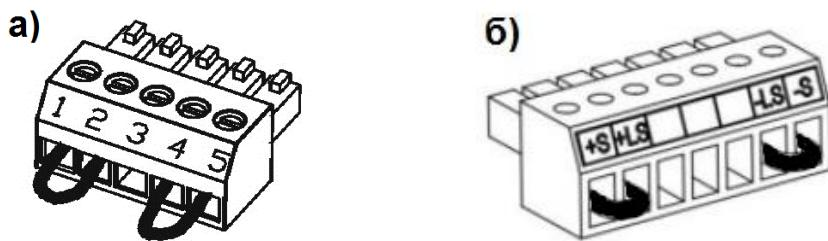

Рис.3-4: Соединения разъема контроля напряжения по умолчанию: а)-для моделей от 7,5 до 600 В; б)-для моделей от 800 до 1500 В.
-Считывающий разъем: сконфигурирован для режима внутреннего считывания, как показано на Рис. 3-4 и 3-9: